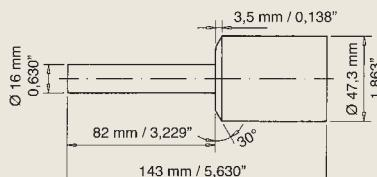
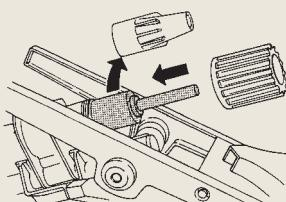

Fig. 1
Fig. 2
- 1) Mount the gauge in place of the nozzle, Fig. 1.
2. The gauge can be tooled according to the dimensions given in Fig. 1.
- 1) Monter le calibre à la place de la buse, Fig. 2. Le calibre peut être construit selon les dimensions indiquées sur la Fig. 1.
- 1) An Stelle der Düse die Lehre montieren, Fig. 2. Die Lehre kann an Hand der Skizze Fig. 1, einfach selbst hergestellt werden.
- 1) Monte el calibrador en lugar de la boquilla, Fig. 2. Se puede fabricar el calibrador secondo las dimensiones indicadas en la Fig. 1.
- 1) Montare la dima al posto del bocaglio, Fig. 2. La dima può facilmente essere tornita come da Fig. 1.
- 1) Monte o calibrador no lugar do bocal (fig. 2). O calibrador pode ser usado de acordo com as medidas apresentadas na fig. 1.